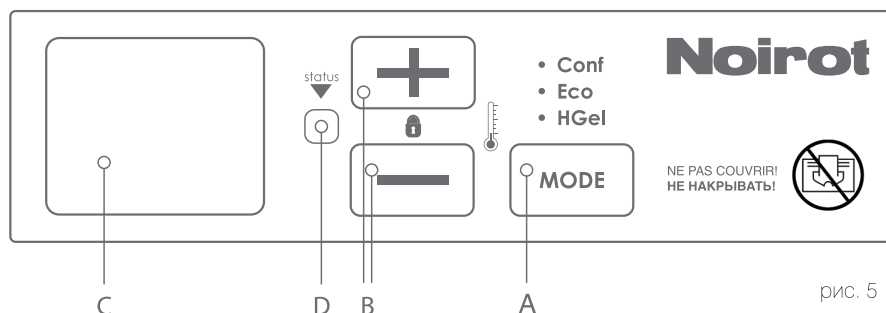

рис. 5
**Блок управления прибора** (рис. 5)